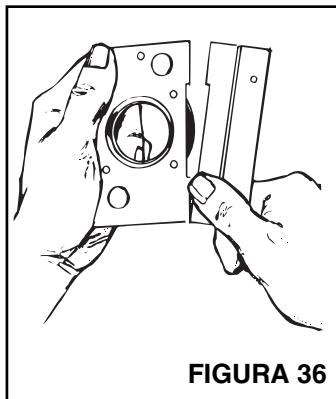

FIGURA 36
2. Véase la Figura 36. Rompa la placa de clavar por las incisiones.